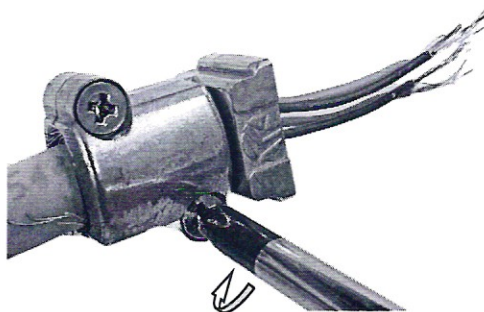

Рисунок 2 – Монтаж кабеля в зажим кабельный
3.4 Установить зажим кабельный на кабель до его полного покрытия экранирующей оплетки кабеля (рис. 2).